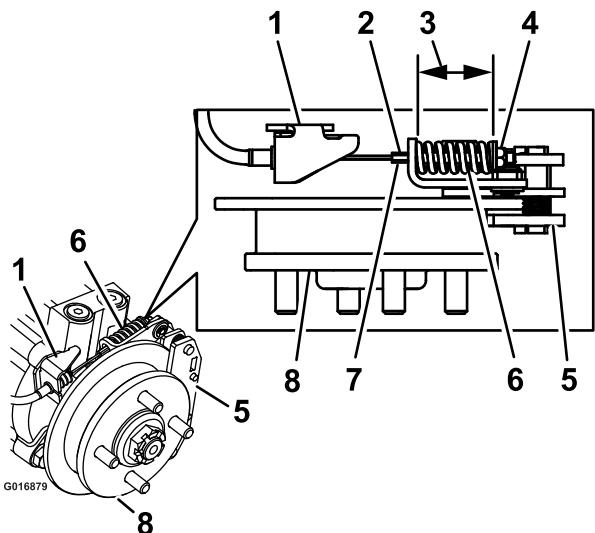

Figura 72
9. Trattenete l'estremità dell'asta filettata con un attrezzo e regolate il dado di bloccaggio in modo che la lunghezza della molla sia compresa tra 3,8 e 4,0 cm (Figura 72). NON lasciate che il cavo giri mentre allentate i dadi.